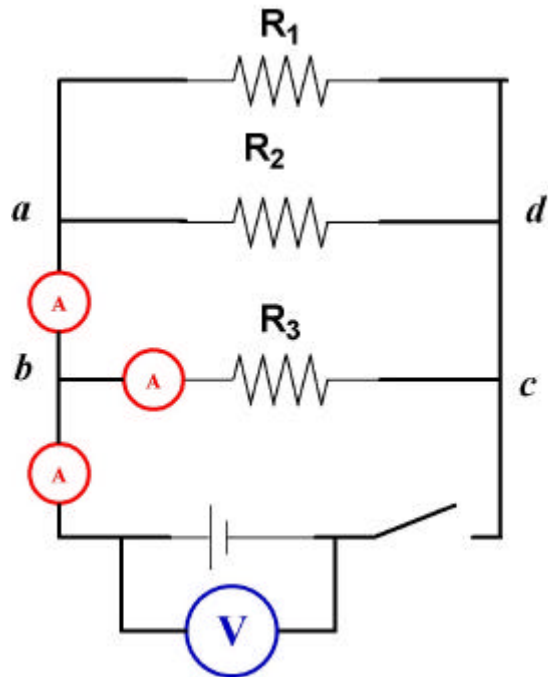

Figura 1: Circuito en paralelo.
- ① Conecte las tres resistencias en paralelo, tal como lo indica la figura 1. Asegúrese de que estas sean de distinto valor entre ellas.
- ② Escoja en el circuito un nudo(a, b, c ó d) y mida las corrientes que llegan o salen de él. Asegúrese de que el multímetro esté en el
modo amperímetro y escalas apropiadas (a modo de ejemplo ver figura 1).